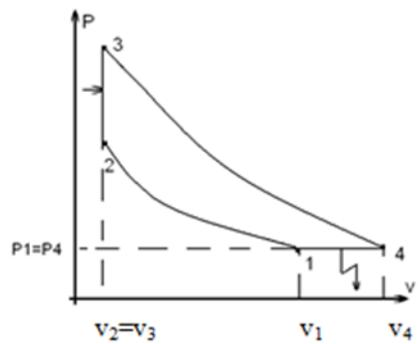
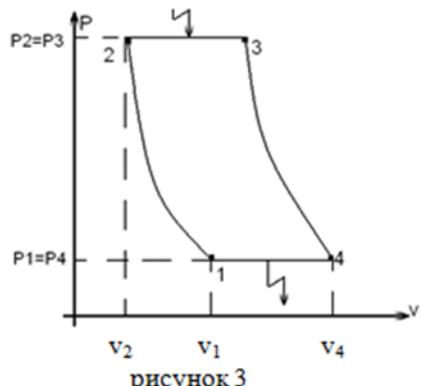

рисунок 2
рисунок 3
- Ответы: 1). рисунок 1 2). рисунок 2 3). рисунок 3